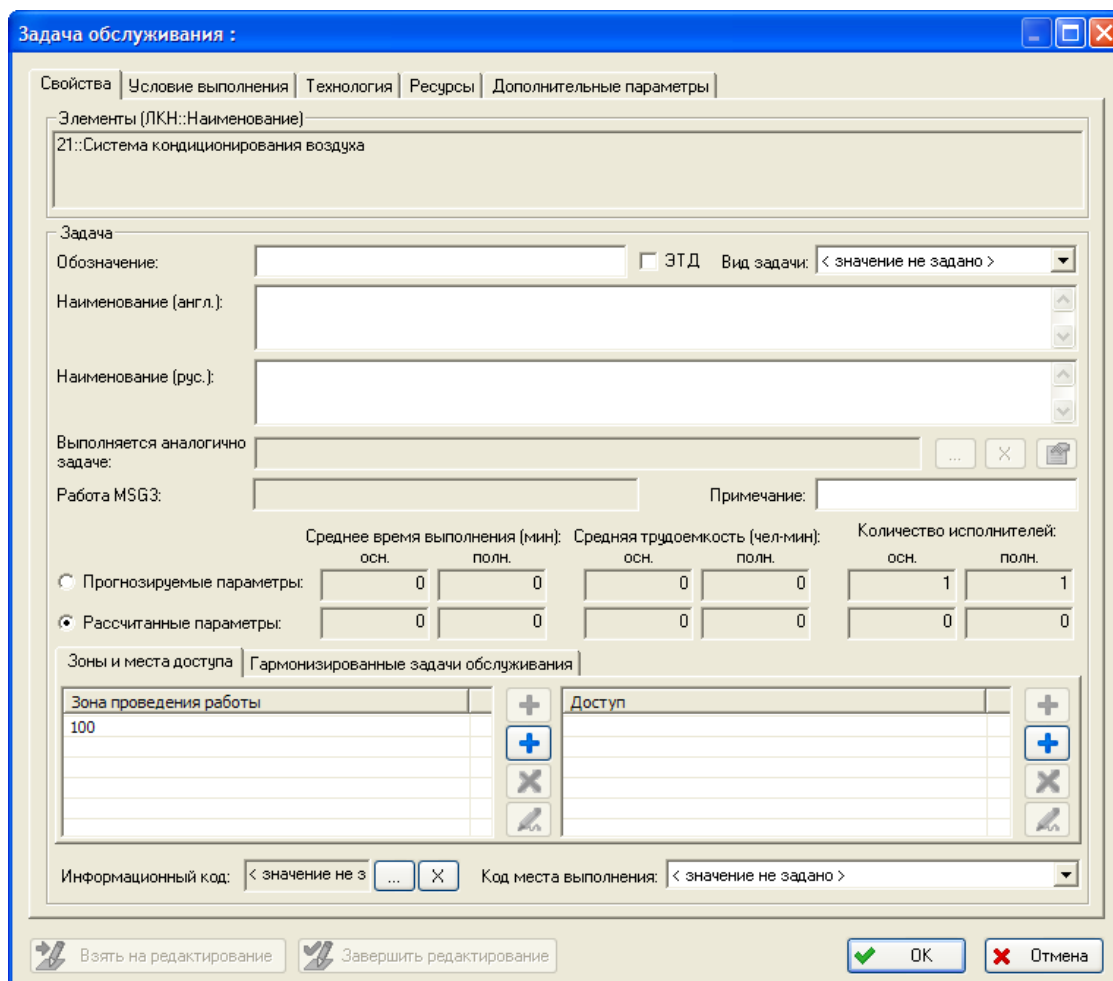

Рис. 2-81
3. В результате откроется окно **Задача обслуживания** (рис. 2-81).
Для заполнения основных свойств задачи обслуживания перейдите на вкладку **Свойства** (рис. 2-81).